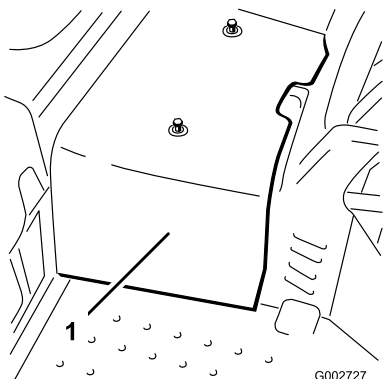

図 40
2. センターシュラウドを機体に止め付けているねじ 2 本を外してシュラウドを機体から取り外す 図 40。